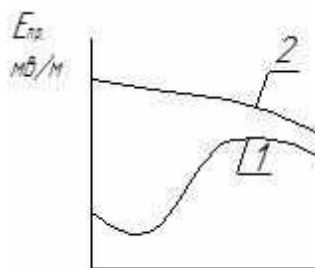

Рис. 1.2
Вопрос 1.3. На рис. 1.2 приведены зависимости электрической прочности трансформаторного масла от температуры. Для какого масла (высушенного или эксплуатационного) соответствует кривая 2?
3. Для указанных разновидностей трансформаторного масла необходимая зависимость на рис. 1.2 не приведена.